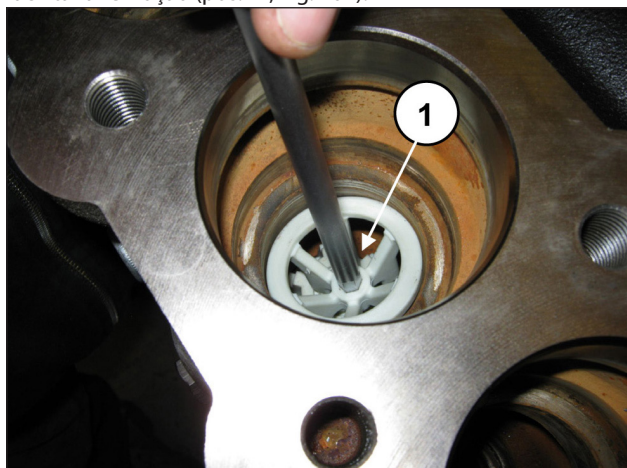

Fig. 102
Extraia o espaçador da guia da válvula, inserindo uma chave hexagonal de 8 mm no local especial e puxe a alavanca para facilitar a remoção (pos. ①, Fig. 102).